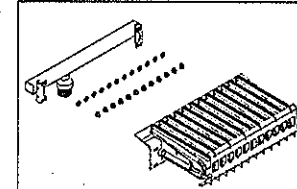

fig. 2
- Utilizzando una chiave a tubo o a forchetta, rimuovere gli ugelli e le ranelle (fig. 2) e sostituirli con quelli presenti nel kit